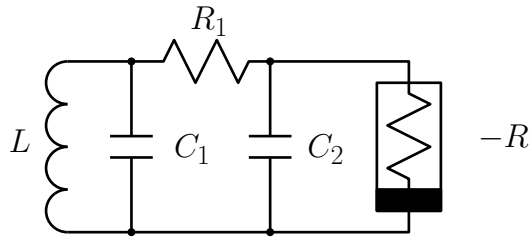

Figura 3: Circuito Chua.
El circuito Chua es un oscilador con un núcleo tanque  $LC$  y un circuito de retroalimentación compuesto por un condensador y una resistencia (RC). El amplificador del sistema está compuesto por una resistencia negativa no lineal. La figura 3 muestra el esquema electrónico del circuito de Chua. Los parámetros relevantes son los valores de  $\beta$ , que están físicamente relacionados con  $R_1$  y  $C_2$ .
Usando un circuito de Chua, se va a cambiar el valor de  $R_1$  (ver figura 3) de forma de poder establecer tres (3) puntos de bifurcación como se muestra en la figura 6. Para poder calcular la constante de Feigenbaum, procederemos de la siguiente manera, si la conexión a Internet lo permite:
4. Se irá al paso (2) y cambiamos a otros dos estudiantes.